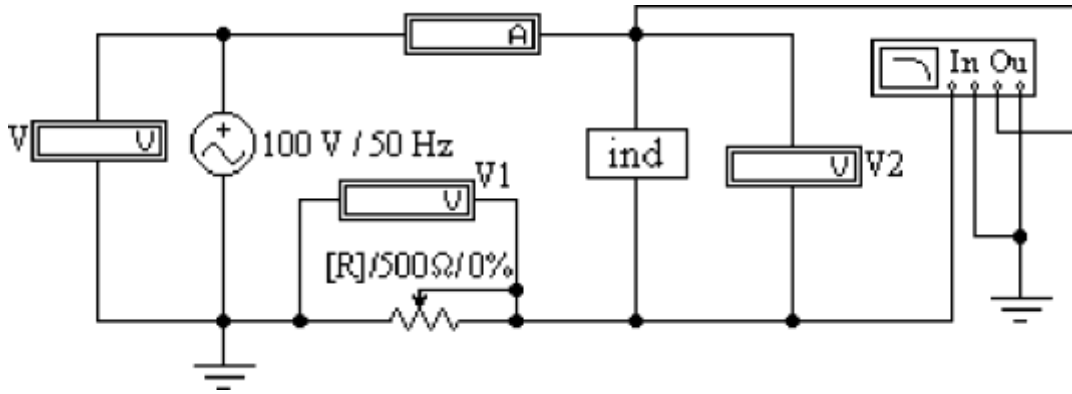

Рис. 2.5
Схема, показанная на рис. 2.5, питается от источника синусоидального напряжения с частотой 50 Гц и действующим значением напряжения 100 В. Катушка индуктивности в схеме, представлена блоком, который нужно выбрать в поле компонентов **Favorites** из набора **ind1 ÷ ind10** в соответствии с вариантом. Когда сопротивление реостата  $R_1$  равно нулю, по показаниям приборов можно вычислить параметры схемы замещения катушки  $R$  и  $L$ .
**2.1.** Открыть файл **LW3b** и извлечь из поля компонентов **Favorites** подсхему **ind**, соответствующую номеру своего варианта. Собрать остальную часть схемы, показанной на рис. 2.5.